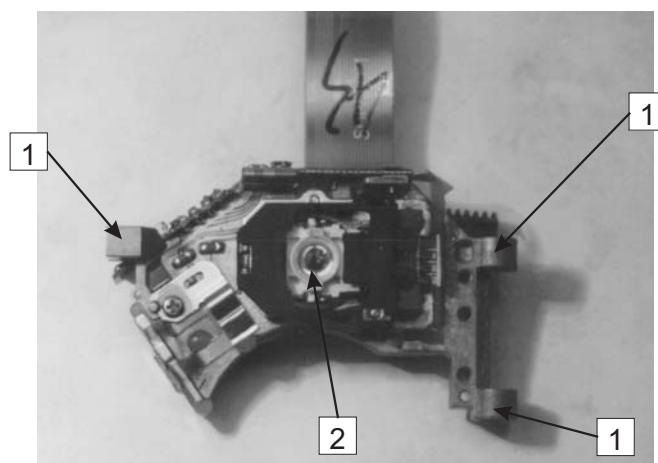

Рис. 1.11. Оптический блок
- удалив разрезные шайбы 11 и 13, снимают шестерни 12 и 14. Сборку механизма привода дисков производят в обратной последовательности, предварительно хорошо очистив направляющие стержни 3, внутренние поверхности втулок 1 (рис. 1.11) и линзу оптического блока 2 (рис. 1.11). Более легкое скольжение втулок оптического блока по направляющим стержням можно обеспечить небольшим количеством высококачественной смазки, например «часового» масла или синтетического (например, ИПМ 10). Если нет уверенности в